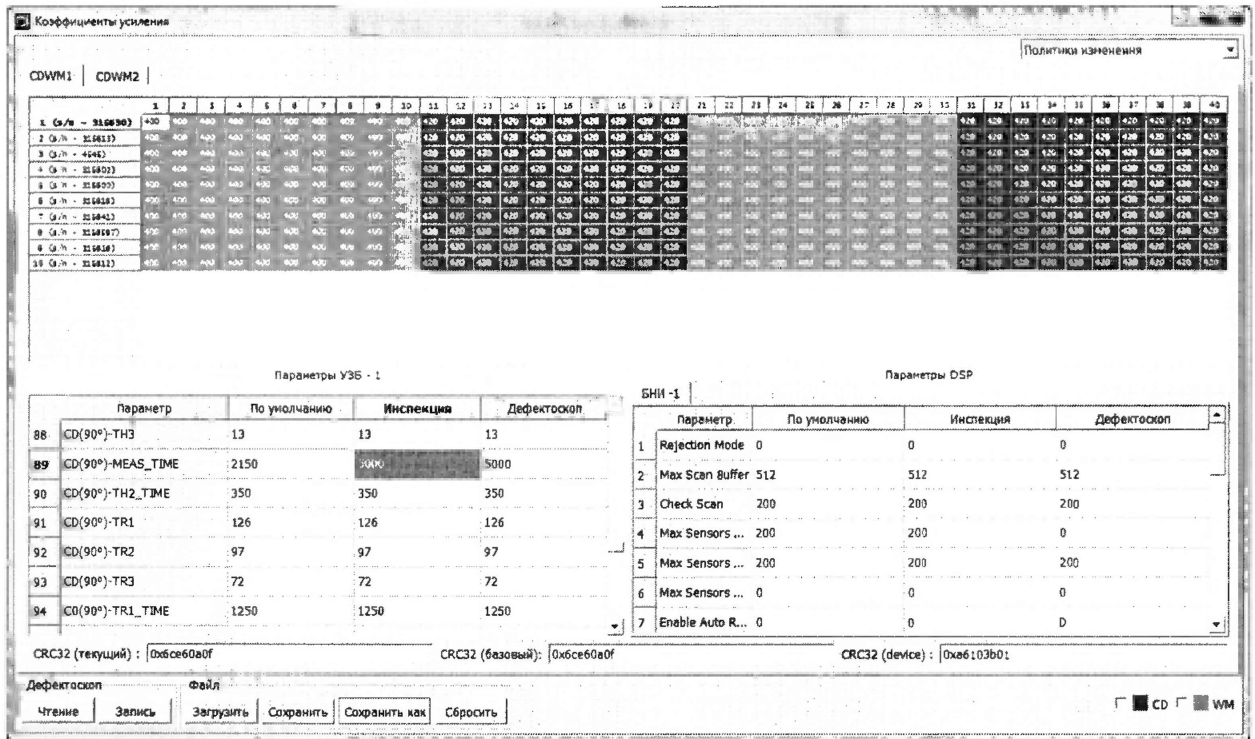

Рисунок 27 – Изменение параметров УЗБ.
8.4.3.24 Поменять параметр BLSO_CD на 3000 и параметр CD(90°)-MEAS_TIME на 5000 и нажать кнопку «Запись» (Рисунок 27).